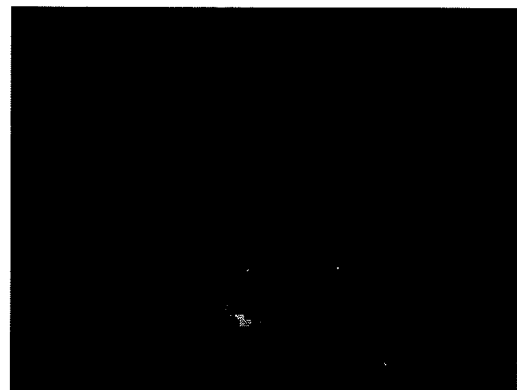

Figure 19
6. Pour reculer, enfoncez simultanément le bouton blanc de marche arrière et l'un des commutateurs jaunes de marche avant (Cf. figure 19).